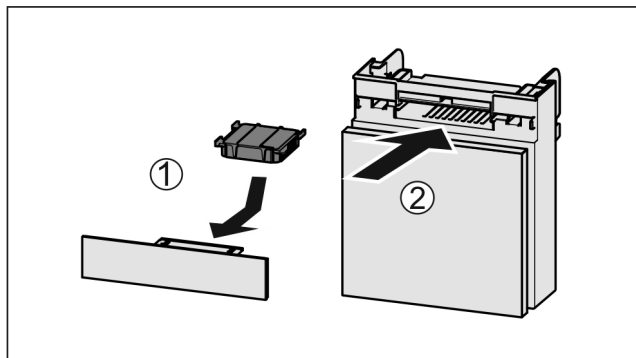

Fig. 37
- ▶ Вставити фільтр з активованого вугілля за малюнком Fig. 37 (1).
- ▶ Вставити відділення Fig. 37 (2).